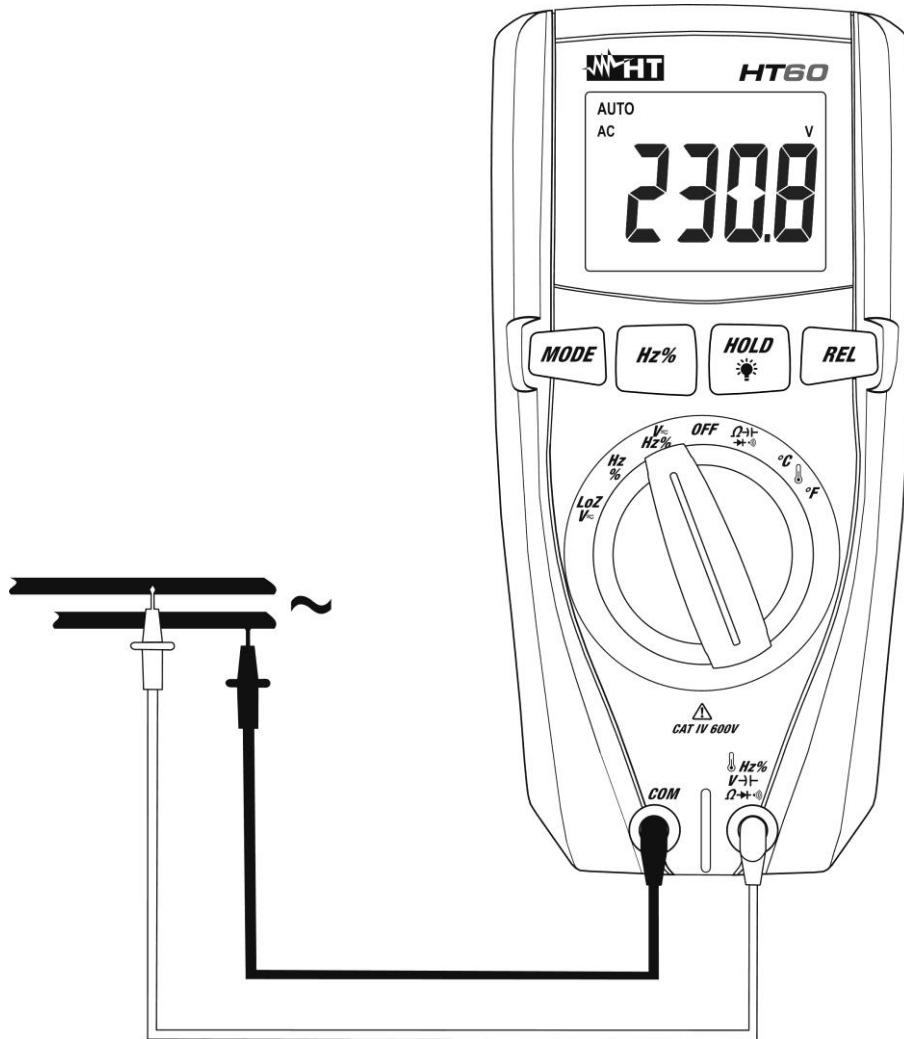

Fig. 3: Uso del instrumento para medida de Tensión CA
3. Posicione las puntas en los puntos deseados del circuito en examen (vea Fig. 3). El valor de la tensión se muestra en pantalla